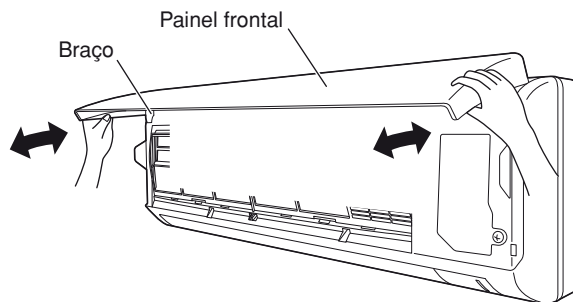

Fig. 16-1
- (1) Abra o painel frontal até que fique quase na horizontal, segure as seções perto dos braços do painel frontal em ambos lados e, em seguida, puxe para si para retirar o painel frontal. (Fig. 16-1)